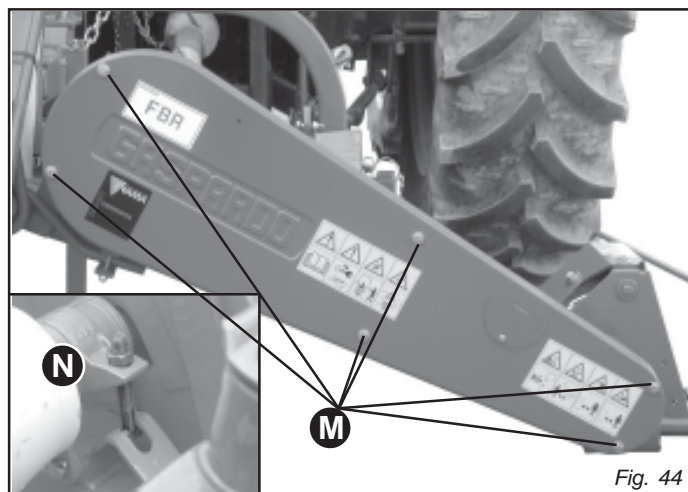

Fig. 44
- Die Schrauben abschrauben (M, Abb. 44) und das Schutzgehäuse entfernen.
- Den Riemenspanner komplett lockern (N, Abb. 44).
- Das Schutzgehäuse wieder positionieren und mit den speziellen Schrauben festschrauben (M, Abb. 44).